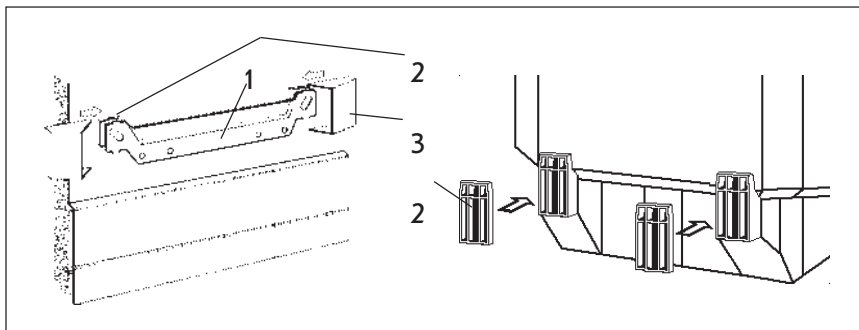

Рис. 5
- Установить монтажную планку (рис.5, поз.1). Использовать монтажный шаблон. Крепежный материал подбирается в зависимости от прочности стены. Неровности стены исправляются за счет прилагаемых специальных де талей (толщина 5 мм, рис.5, поз.2).
- Установить чехлы на монтажной планке (рис.5, поз.3).